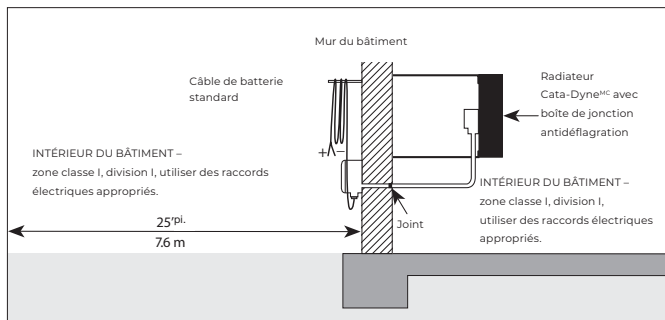

Figure 9 – Raccordement de l'alimentation (voir l'avertissement ci-dessous).
4. Le branchement à l'alimentation électrique doit être effectué à l'extérieur de l'emplacement de classe I, division 2 (Figure 9, page 20). Tous les dispositifs électriques ainsi que le câblage dans cette zone doivent être conformes aux codes appropriés.